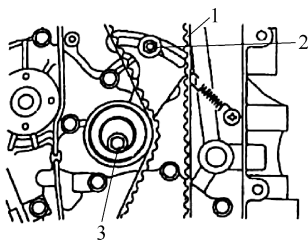

图 6-20 紧固正时带张紧轮
6) 在安装后顺时针转动曲轴两次。确保正时带 1 没有松弛现象后, 先紧固张紧轮柱头螺栓 2 再将张紧轮螺栓 3 紧固到规定的力矩值, 见图 6-20。